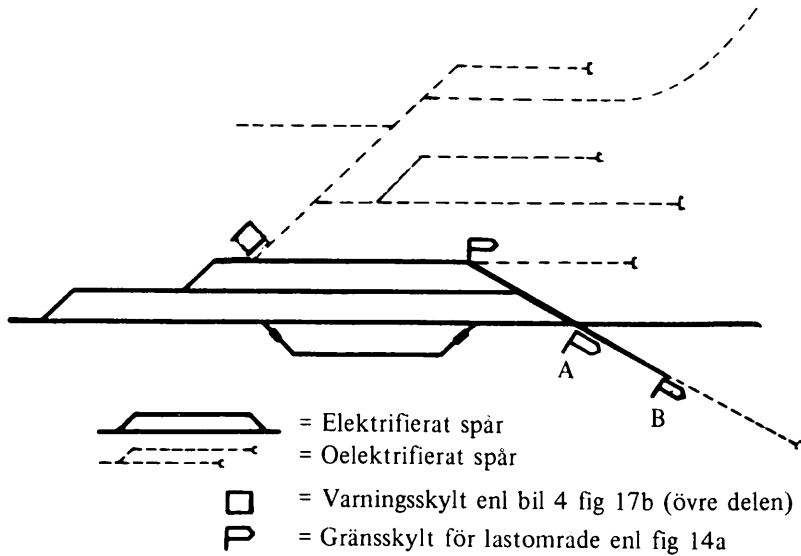

Fig 20
6. Oelektrifierade spår och lastområden i anslutning till elektrifierade spår kan vara försedda med skyltar enl exempel på fig 20.
Oelektrifierade spår, utöver lastspår, är vid anslutningen till elektrifierat spår försedda med fast varningsskylt (se fig 20).
Vid lastspår som delvis är elektrifierat är gränsskylt placerad vid A enl fig 20 om den elektrifierade och oelektrifierade delen båda tillsammans utgör ett lastspår. Skall däremot den oelektrifierade delen utgöra ett eget lastspår placeras gränsskyltar både vid A och B.